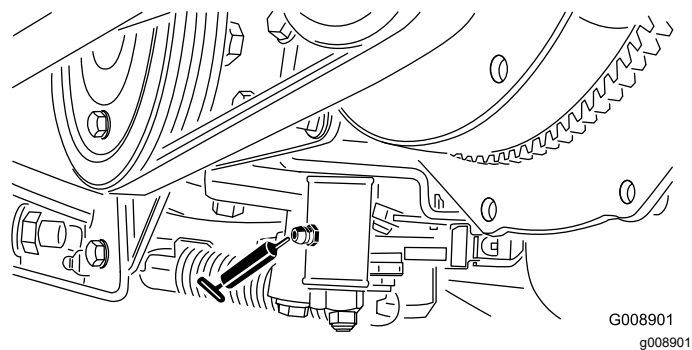

Figure 40
- Mécanisme de réglage du point mort (**Figure 40**)